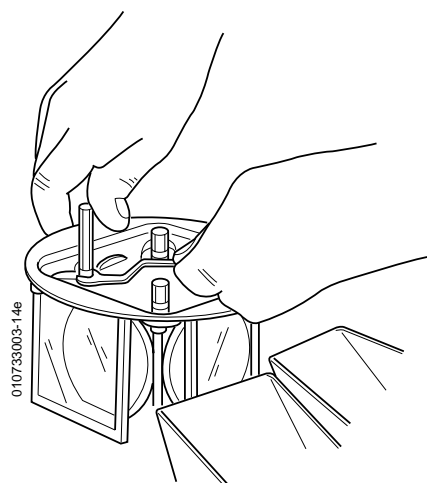

FIG. 5
- 5) Repérer le hauteur des colonnettes situées sur les tiges filetées de maintien des blocs optiques puis les dévisser, ôter les 4 écrous et contre-écrous, ôter les 2 rondelles éventail et les 2 rondelles de centrage (FIG. 5).